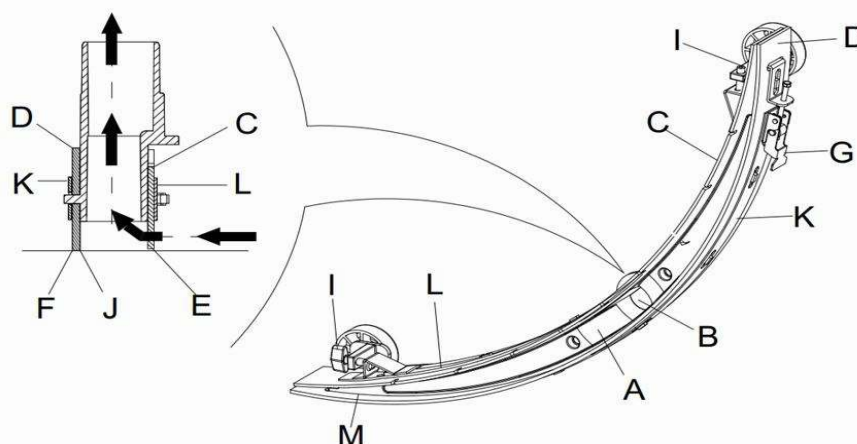

Abbildung 10
2. Drücken Sie den Netzschalter (38) auf die "O"-Position und schalten Sie das Gerät aus.
3. Lösen Sie die Feststellknöpfe (16) des Abstreifers; entfernen Sie den Anschluss für die Verbindung des Schmutzwasser-Vakuumrohrs zum Abstreifer, und entfernen Sie den Abstreifer.
4. Verwenden Sie den Hebegriff des Abstreifers (14), um den Tragrahmen des Abstreifers anzuheben.
5. Reinigen Sie den Abstreifer (**Abbildung 10**). Reinigen Sie insbesondere die Nut (**A**, **Abbildung 10**), und entfernen Sie Schmutz und Fragmente aus dem Vakuum-Rohr. Prüfen Sie, ob das vordere Abstreiferband (C) und das hintere Abstreiferband (D) intakt sind, und ob es gebrochenen Kanten und Risse gibt. Tauschen Sie sie, falls erforderlich, aus (siehe Schritte im folgenden Abschnitt).
1. Folgen Sie den Anweisungen, die im Abschnitt Reinigen des Abstreifers aufgeführt sind (**Abbildung 10**).
2. Überprüfen Sie die Kante (**E**, **Abbildung 10**) des vorderen Abstreiferbands und die Kante (**F**) des hinteren Abstreiferbands (**D**). Sie sollten über die gesamte Länge auf der gleichen Ebene liegen. Passen Sie sonst ihre Höhen durch folgende Vorgehensweise an.